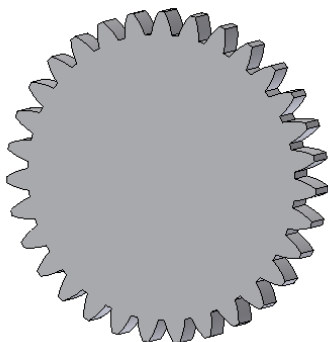

图 3-112 阵列轮齿
(3) 对轮齿进行环形阵列操作。单击【三维模型】标签栏【阵列】面板上的【环形阵列】工具按钮,选择齿轮的齿形作为要阵列的特征,以齿根圆的轴线作为阵列的旋转轴,输入环形阵列特征的个数为 Z,即齿数,阵列角度为 360° 。单击【确定】按钮完成阵列特征的创建,结果如图 3-112 所示。